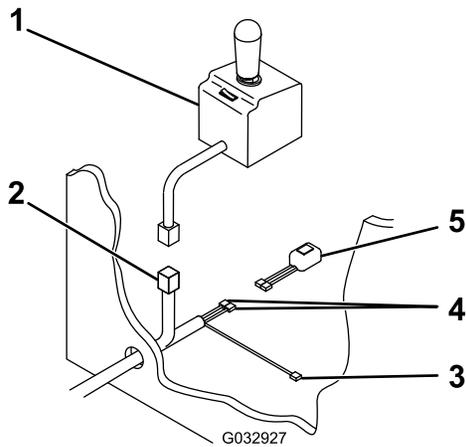

Bild 18
11. Ziehen Sie den Anschluss des Schneeschild-Steuergeräts, das schwarz/rote Kabel und die zwei schwarzen Kabel durch das Loch in der Spritzwand in die Fahrzeugkabine (Bild 18).
12. Schließen Sie die zwei schwarzen Kabel am Scheinwerferkippschalter an (Bild 18).